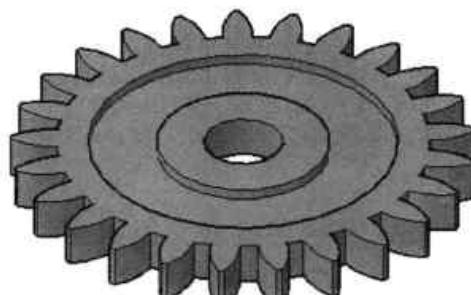

图12-55 减去圆柱体
**Step18** 执行“差集”命令，将刚绘制的圆柱体从齿轮模型中减去，然后将视图设为“概念”样式，观察图形，其结果如图 12-55 所示。